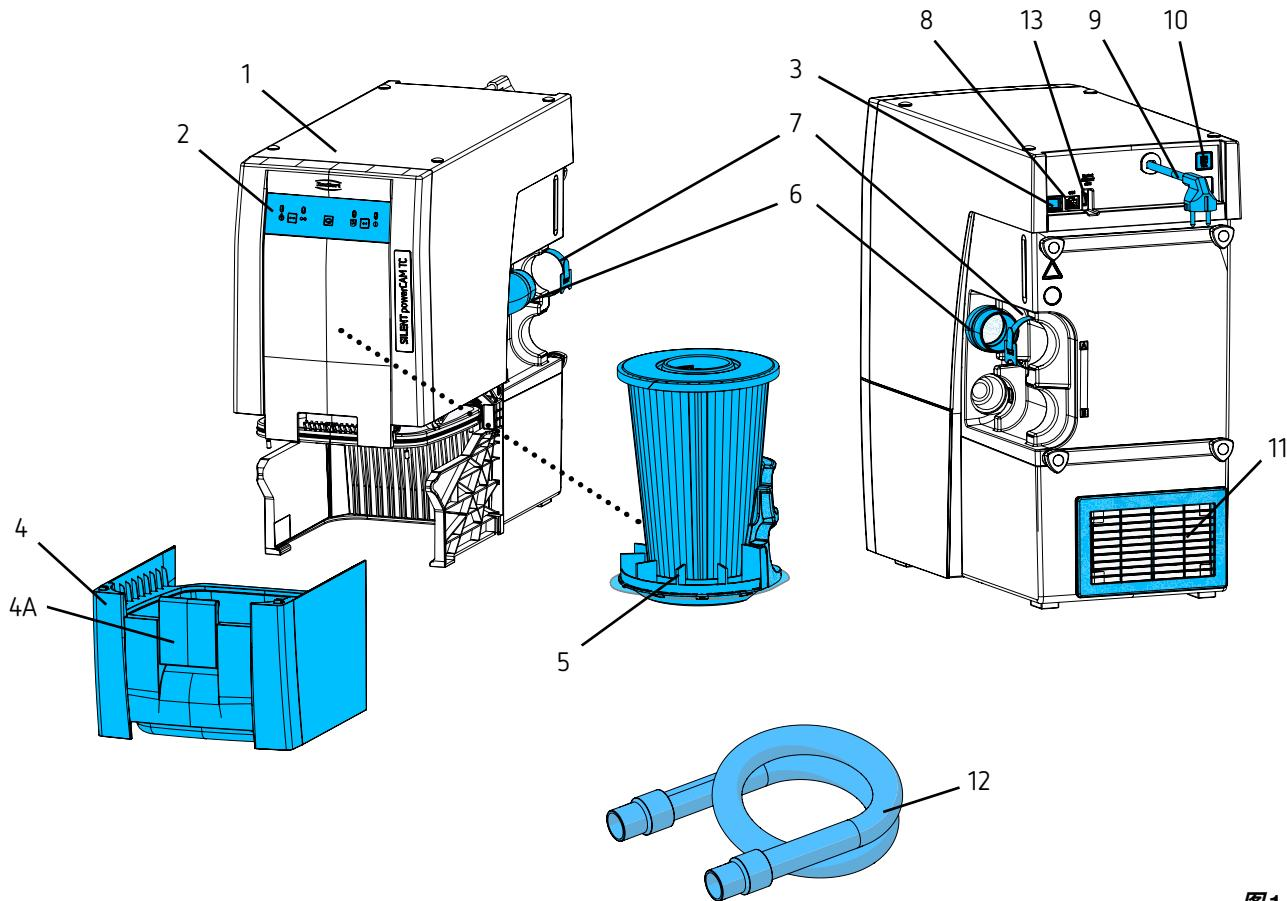

图1
- 排气出口 (图 1 的 11) 未被堵塞;
- 外置排气管 (A) (参见第 4.6 章)。
- 机柜 (B) 后面板的开口, 最小 250 x 120 毫米, 要正对排气出口 (图 1 的 11)。
- 拆下机柜的背面板 (C), 从机柜背面到墙壁距离至少要有 50 毫米。
⇒ 通过开 / 关 (图 1 的 3) 关掉机器,
⇒ 展开电源线 (图 1 的 9), 将电源插头插入电源插座。